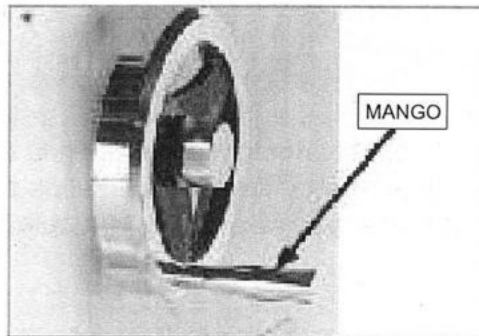

Figura 11.
4. Enrosque cada uno de los mangos en los volantes, luego apriete con una llave de 14 mm (ver figura 11).